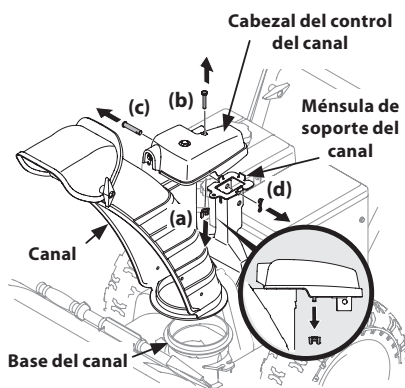

Figura 2-17
1. Retire la tuerca de mariposa (a) y el tornillo hexagonal (b) del cabezal de control del canal, y el pasador de control de horquilla (c) y el pasador de chaveta (d) de la ménsula de soporte del canal. Ubique el conjunto del canal (mirando hacia adelante) sobre la base del canal. Consulte Figura 2-17.